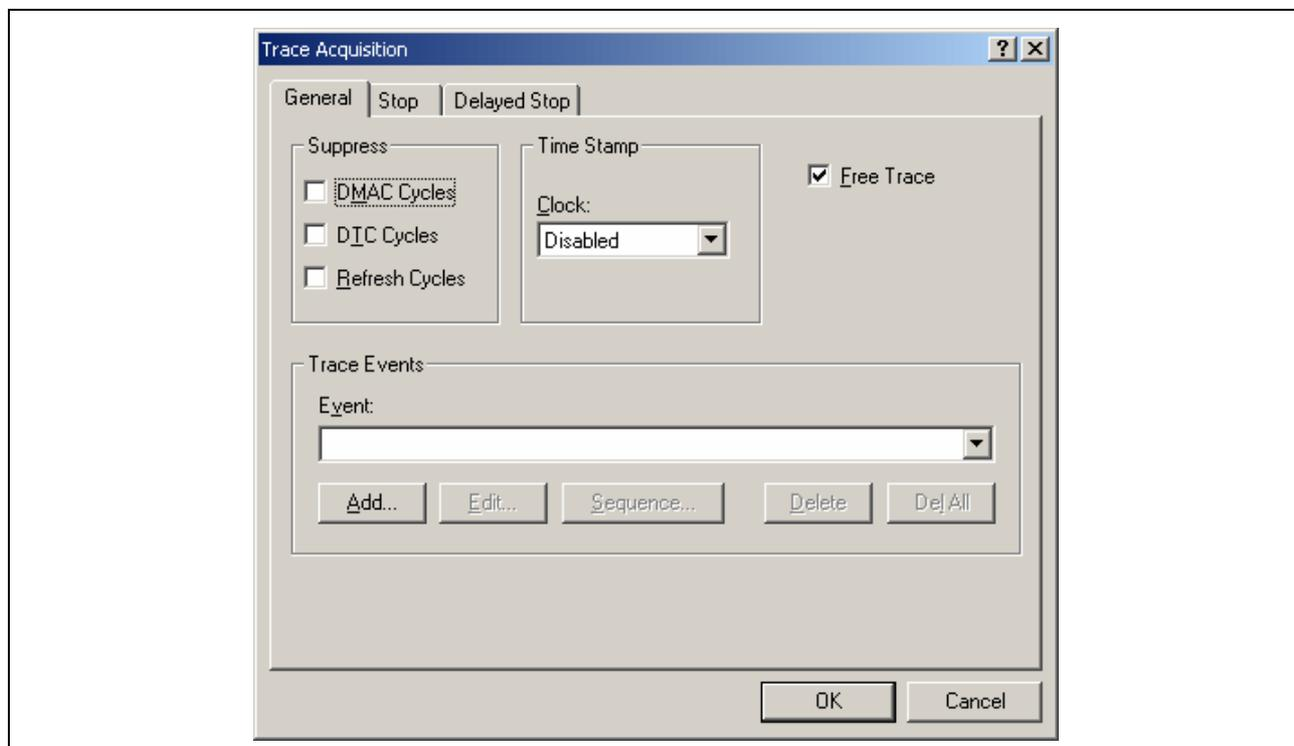

图 6.41 [Trace Acquisition]（跟踪获取）对话框
1. 右键单击 [Trace]（跟踪）窗口，以显示一个弹出式菜单。从这个菜单选择 [Acquisition...]（获取...）以显示 [Trace Acquisition]（跟踪获取）对话框（参考图 6.41，[Trace Acquisition]（跟踪获取）对话框）。